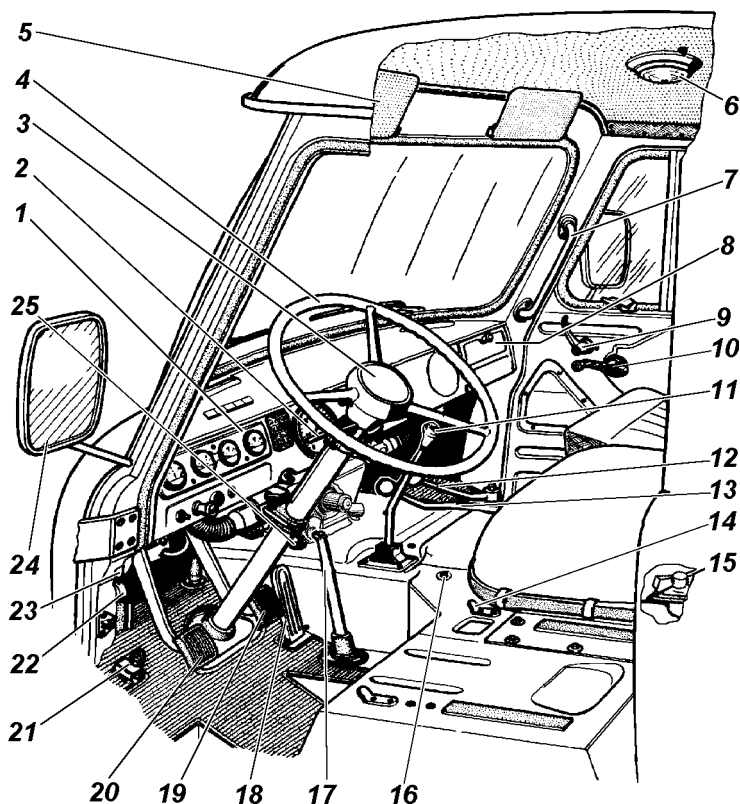
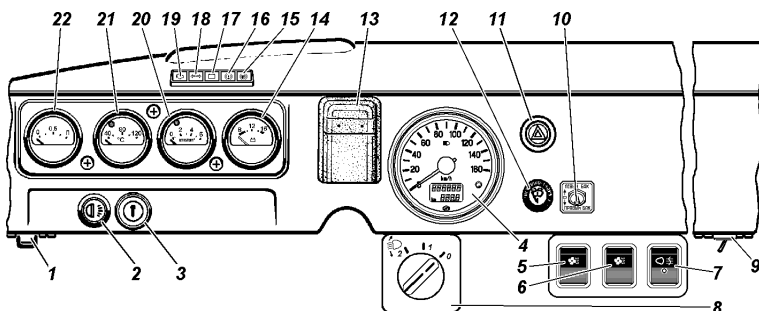
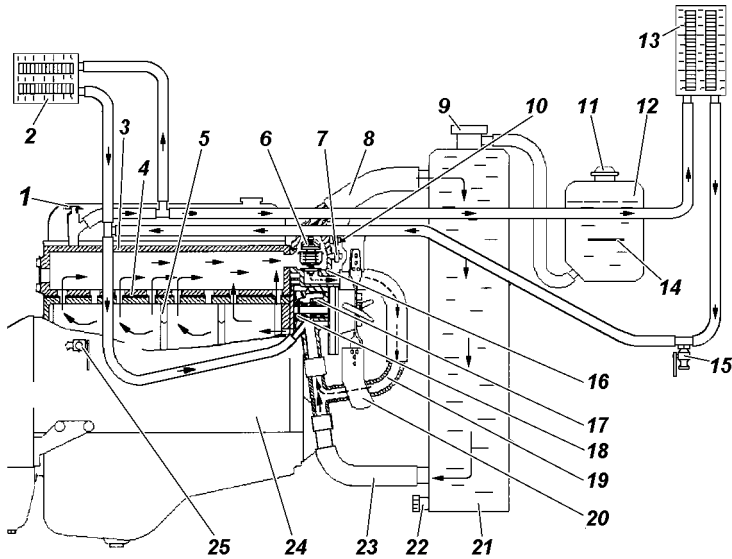
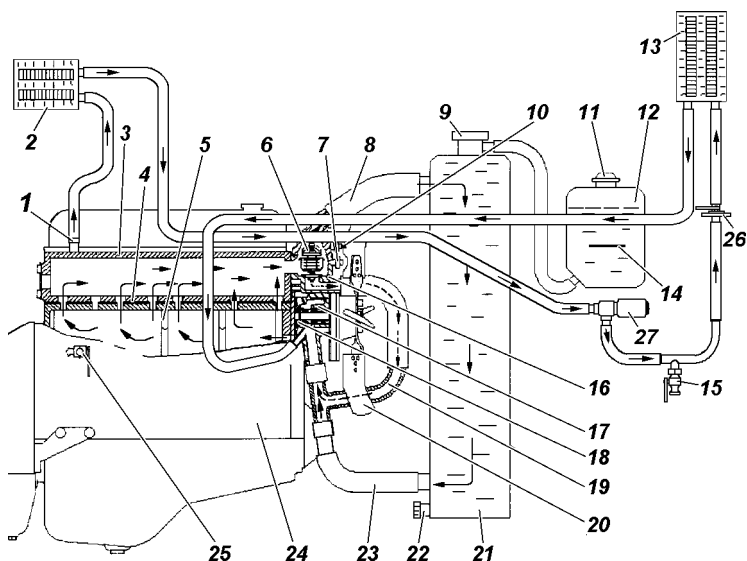

Рис. 3.1. Органы управления (наименование позиций см. в тексте)
Рис. 3.2. Панель приборов (наименование позиций см. в тексте)
Рис. 3.6. Схема системы охлаждения двигателя и отопления кузова:
Рис. 3.7. Схема системы охлаждения двигателя и отопления кузова (вариантное исполнение):
Расположение органов управления и оборудования показано на рис. 3.1:
- 1 -панель приборов (см. рис. 3.2);
- На панели приборов (рис. 3.2) расположены:
Для отопления кабины водителя и обдува ветрового стекла имеется радиатор-отопитель 13 (рис. 3.6, 3.7).
Для работы отопителей необходимо открыть кран 1 (см. рис. 3.6) или с помощью рукоятки тяги 16+ (см. рис. 3.1) открыть краник 26 (см. рис. 3.7) и выключателем 9+ (см. рис. 3.2) включить электродвигатель насоса 27+ (см. рис. 3.7).
Включение и выключение электродвигателей вентиляторов отопителей осуществляется выключателями 5 и 6 (см. рис. 3.2).
вентиляционного люка передка с помощью рукоятки 25 (см. рис. 3.1) привода крышки люка вентиляции и отопления.
При сливе жидкости из системы охлаждения двигателя необходимо также **сливать жидкость из системы отопления** через краник или пробку 15 (см. рис. 3.6, 3.7), предварительно открыв краник 1 (рис. 3.6) или 26 (рис. 3.7) системы отопления. Доступ к кранику или пробке 15 спереди снизу автомобиля.